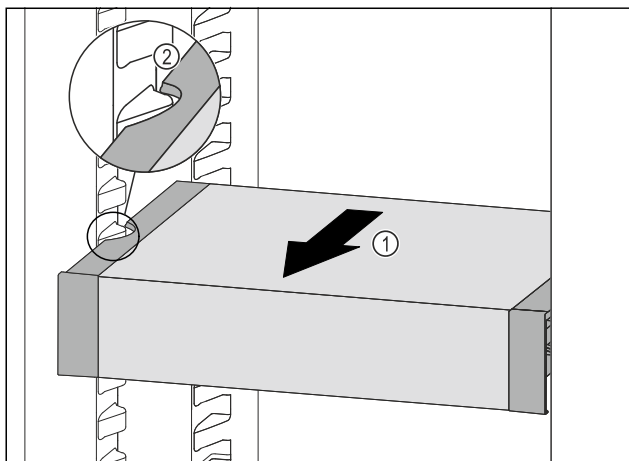

Fig. 97
- VarioSafe pociągnąć w przód Fig. 97 (1), aż boczne wycięcia szuflady VarioSafe będą się znajdować na wysokości żeber pojemnika w chłodziarce. Fig. 97 (2)